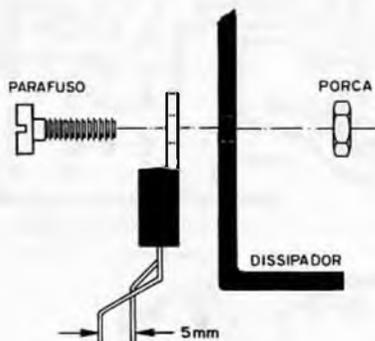

FIGURA 12
e) A soldagem do circuito integrado deve ser feita com muito cuidado com a preparação deste conforme mostra a figura 12. Os seus terminais devem encaixar perfeitamente nos furos correspondentes da placa de circuito impresso. O dissipador de calor será fixado no integrado por meio de um parafuso somente depois de feita sua soldagem.